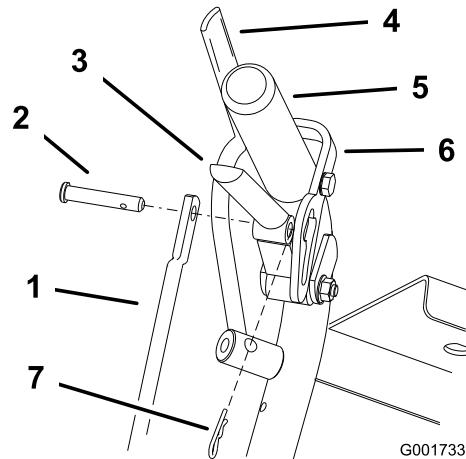
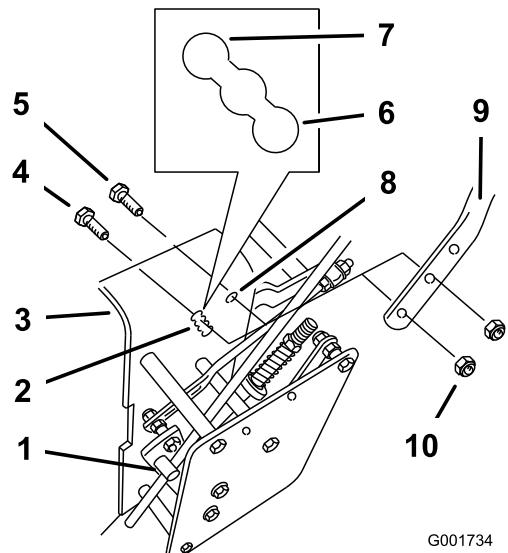

Figure 18
Figure 19
- Retirez les goupilles fendues et les axes de chape des leviers de déplacement et des verrous du point mort (Figure 18).
- Desserrez les boulons à embase supérieurs ($3/8 \times 1\text{-}1/4$ po) et l'écrou à embase qui fixent la poignée au cadre arrière (Figure 19).
- Enlevez les boulons à embase inférieurs ($3/8 \times 1$ po) et les écrous à embase de fixation de la poignée au cadre arrière (Figure 19).
5. Réglez la longueur de la tige de commande en la tournant dans sa fixation (Figure 18 et Figure 19).
6. Posez la goupille fendue entre les leviers de déplacement et les verrous de point mort, et dans les axes de chape (Figure 18).